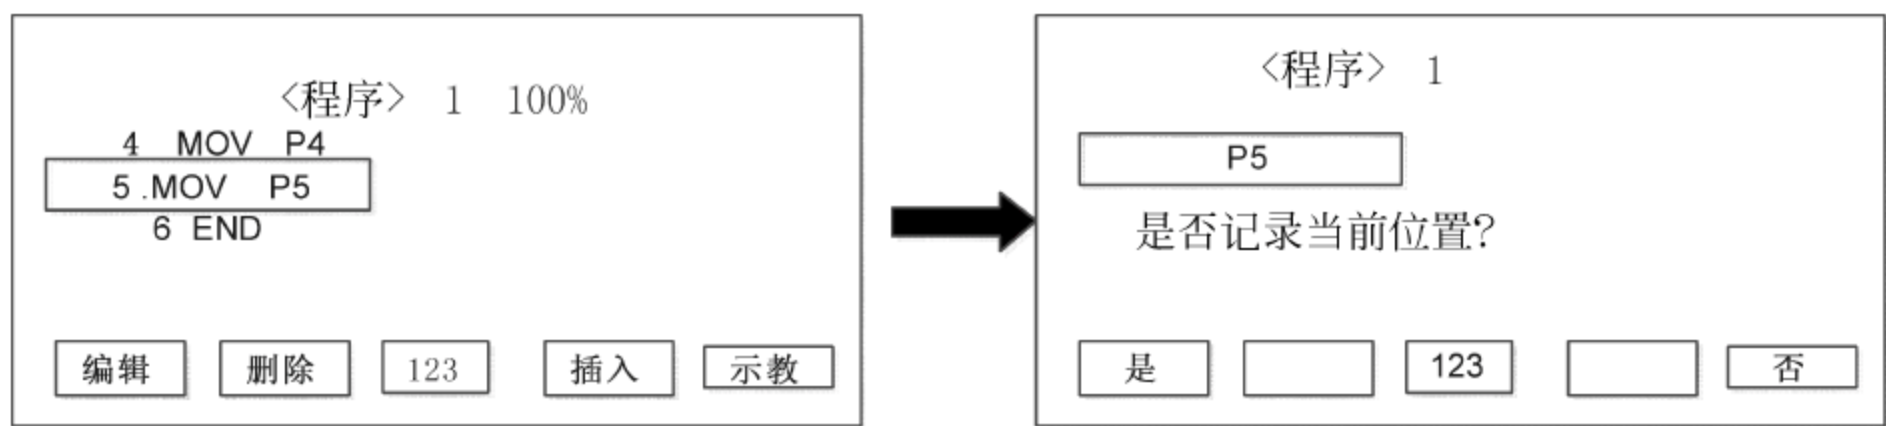

图 4-12 进入“示教确认”界面
- (1) 在“指令编辑”界面进行的示教操作。
- ① 使用 JOG 功能,将机器人直接移动到(预定的)P5 点,并在显示屏上观察“当前点”的数据。
- ② 在“指令编辑”界面选择程序行“5 MOV P5”。
- ③ 选择按下对应“示教”功能的按键 F4,进入“示教确认”界面,如图 4-12 所示。